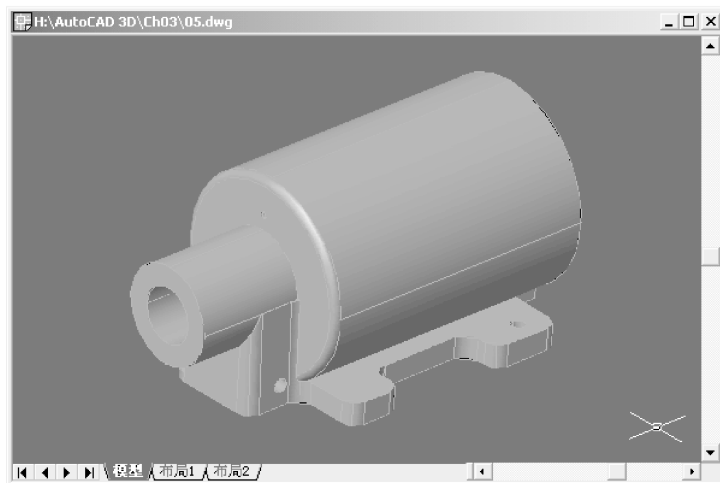

图 3-15 带边框体着色的示例
(6) 选中快捷菜单中的“着色模式”→“带边框体着色”菜单项，可以同时使用线框和体着色模式表示三维对象，即在对三维对象进行体着色的同时显示其所有的线框。图 3-15 显示了以带边框体着色模式显示的机械模型。